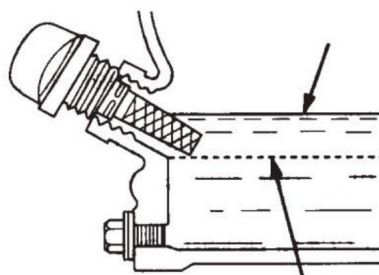

FIG.3
7.2.4 Se il livello dell'olio è basso (FIG. 3), riempire fino al bordo del foro di riempimento dell'olio con quello consigliato con olio SAE10W-30 per motori a 4 tempi. La capacità massima dell'olio è 400 cc.